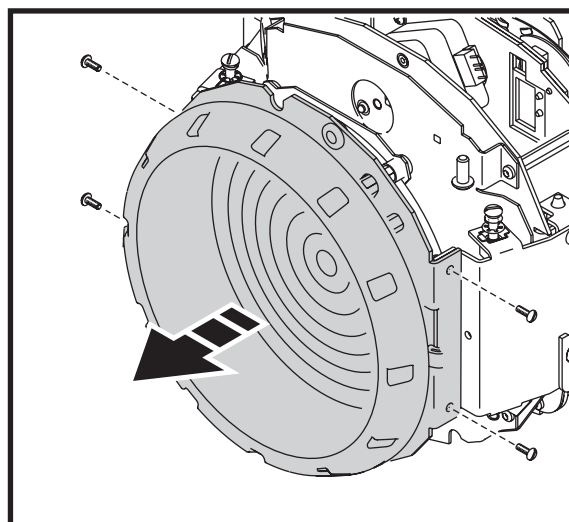

Figure 2
4. Voir Figure 2. Démontez les 4 vis de fixation de la lentille frontale et déposez-la. Ces vis ont été montées avec un bloque filet Loctite, soyez prudent lors du démontage. Stockez la lentille en vue d'une ré-utilisation si le projecteur doit revenir en version standard MAC 250 Wash. Vous pouvez jeter les vis au recyclage. De nouvelles vis Torx sont fournies.